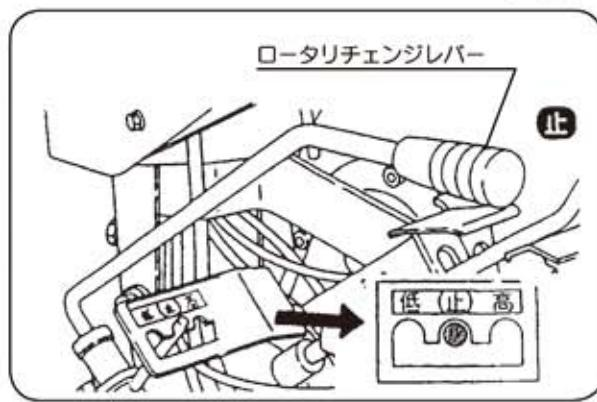

図16
- ③ロータリーチェンジレバーを「止」の位置にします。 (図16)